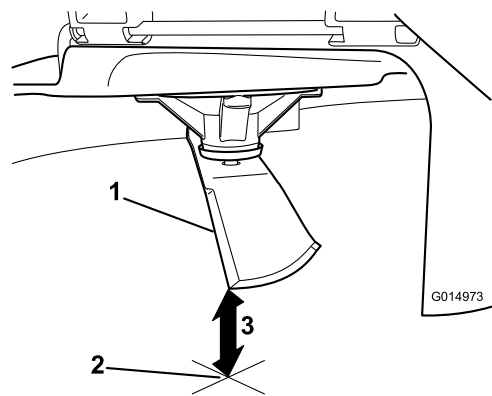

Figure 96
3. Mesurez la distance entre la pointe de la lame et la surface plane (Figure 96).